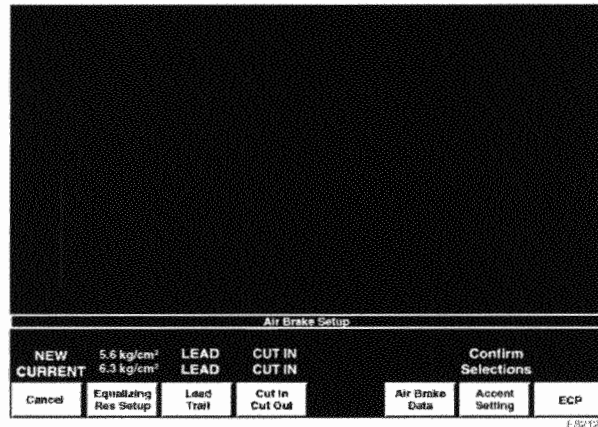

Figura 4-2. Configuración del freno de aire
3. Oprima la tecla *Air Brakes (frenos de aire)* en el Menú Principal del sistema FIRE de la pantalla del ingeniero. Consulte Figura 4-2.